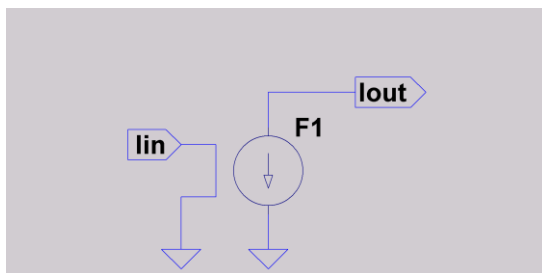
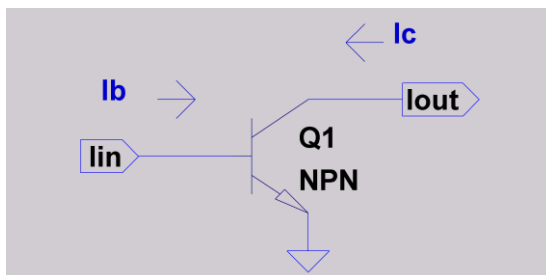

Fig. 4
Fig. 5
- II. **Amplificadores de Corrente** (Current Amplifiers), seu ganho $A_i = \left(\frac{I_o}{I_{in}}\right)$ é a relação entre duas correntes, portanto também é adimensional, idealmente uma constante sem unidade e independente da frequência, idealmente também, tem impedância de entrada nula e impedância de saída infinita. O elemento de circuito correspondente seria uma fonte de corrente controlada por corrente (**CCCS**, **fig. 4**). Um amplificador de corrente real tem baixa impedância de entrada e alta impedância de saída. Os **transistores bipolares**, por exemplo, quando recebem sinal de uma fonte de alta impedância, podem ser considerados como amplificadores de corrente, com o conhecido ganho α ou β , conforme a configuração usada (**fig. 5**).